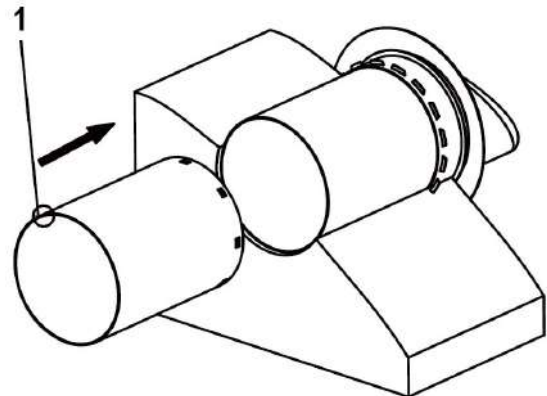
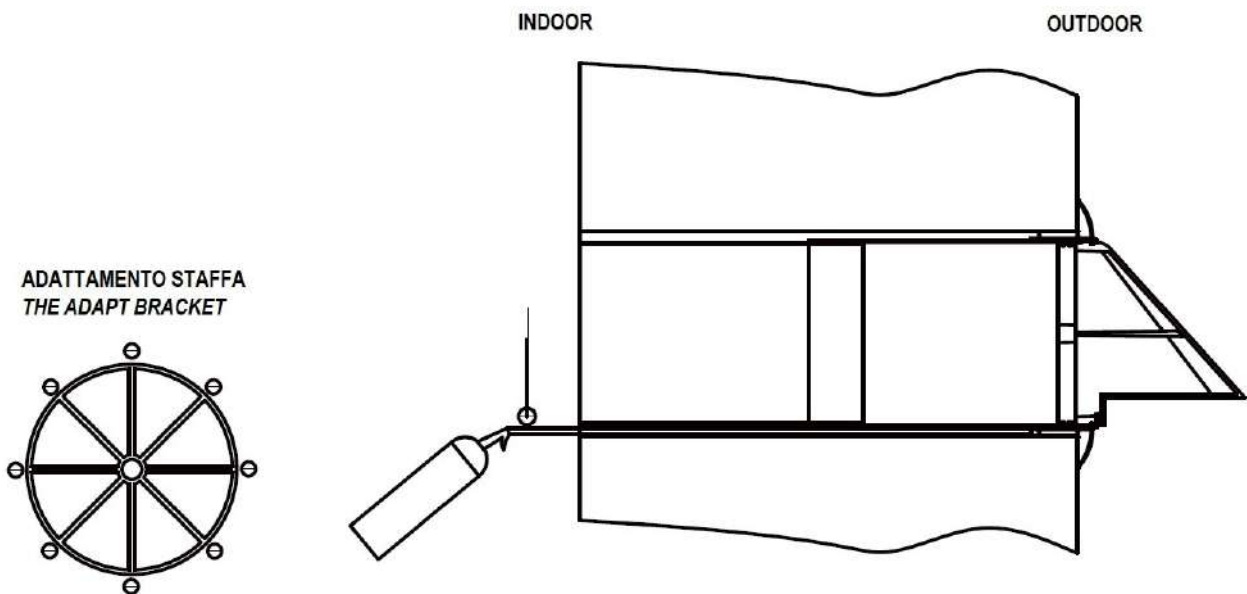

Fig.17
Fig.18
- Inserire il condotto interno in quello esterno (1 Fig. 17).
6) Riempire lo spazio (Fig. 18) tra il muro e condotto con schiuma PU (utilizzando colla sigillante impermeabile per lo spazio vicino all'interno contro l'acqua piovana). Il condotto interno deve essere parallelo alla superficie della parete interna.
- Insert the internal duct into the external one (1 Fig. 17).
- Can install in advance the filter, the ceramic enthalpy heat exchanger, another filter and a bracket inside the internal duct (see item 8).
6) Fill the gap (Fig. 18) between the wall and duct with PU foam (Using waterproof sealing glue for the gap close to indoor to against rainwater). The inner duct should parallel with indoor wall surface.